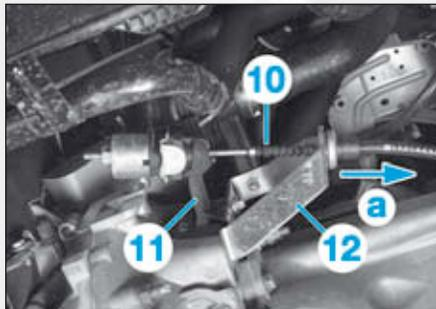

FIG.7
- Désaccoupler le câble d'embrayage (10) du levier de commande (11) (Fig.7).
- Tirer le câble d'embrayage (10), suivant la flèche (a).
- Dégager le câble d'embrayage (10) du support arrêt de gaine (12).